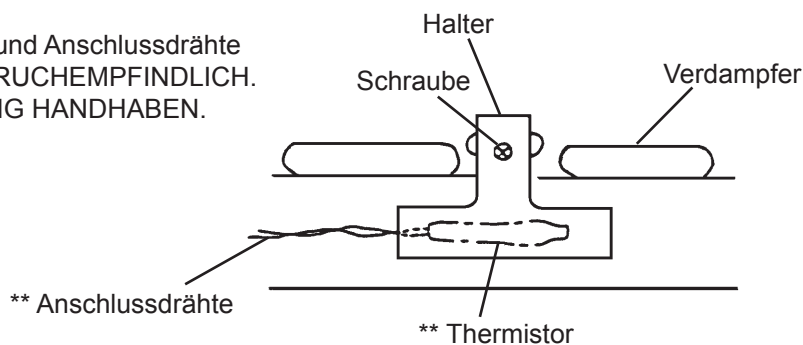

Abb. 16
- 5) Neuen Thermistor in umgekehrter Reihenfolge des Ausbaus einbauen. Dazu eine Dichtungsmasse (mit hoher Wärmeleitfähigkeit) benutzen. Siehe Abb. 16.